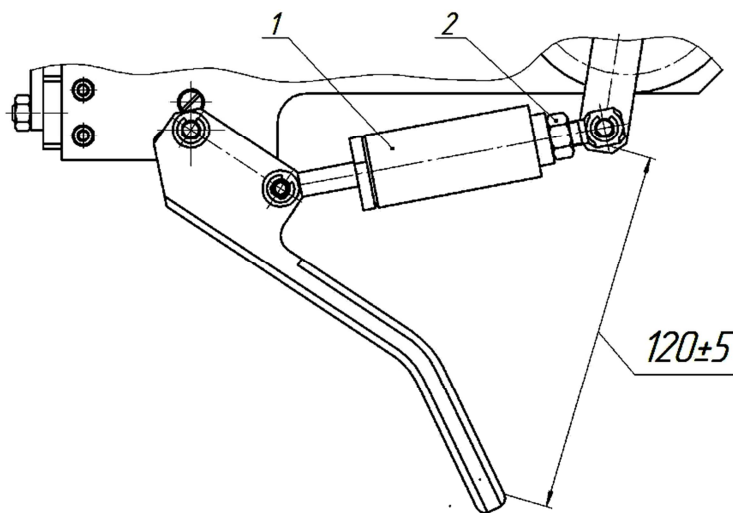

Рисунок 11
2.2.6 Приводной и опорный ролик должны быть прижаты с усилием, которое определяется расстоянием ( $120 \pm 5$ ) мм, при котором рычаг находится в свободном положении. При необходимости с помощью корпуса поз. 1 (рисунок 11) отрегулировать нужное расстояние, при котором начинается прижим, и зафиксировать контрящей гайкой поз. 2.